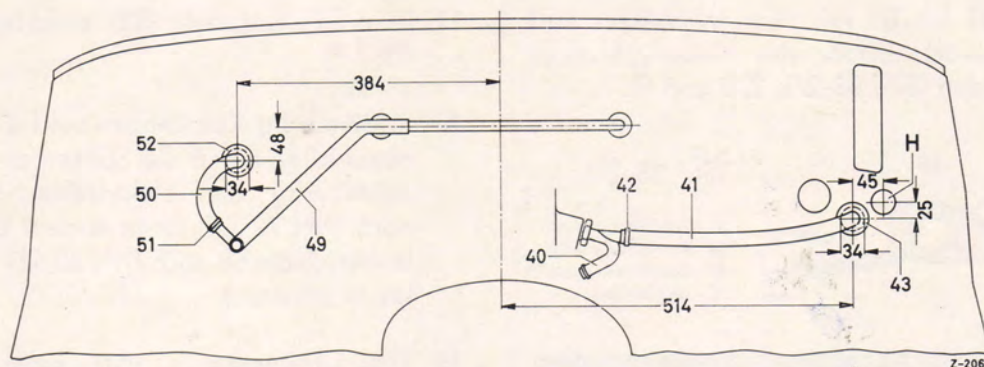

Bild 83-2/6
bogen (40) aufschieben und beide Schlauchenden mit je einem Schlauchbinder (42) befestigen (Bild 83-2/4, 5 und 6).